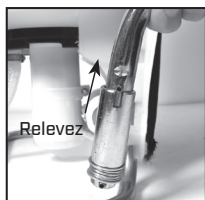

Figure 6
La poignée de pompe s'installe à l'une ou l'autre extrémité de l'arbre de la pompe (A). Pour installer la poignée de pompe, placez la poignée (C) sur l'arbre (A) en alignant le trou de la poignée de pompe et le trou de l'arbre. Glissez le boulons (B) à travers des trous vis-à-vis, comme montré aux figures 1 à 4. Serrez l'écrou (D) au boulon. Il y a dans trous dans la poignée de la pompe pour permettre un montage de droitier (fig. 5) ou gaucher (fig. 6).